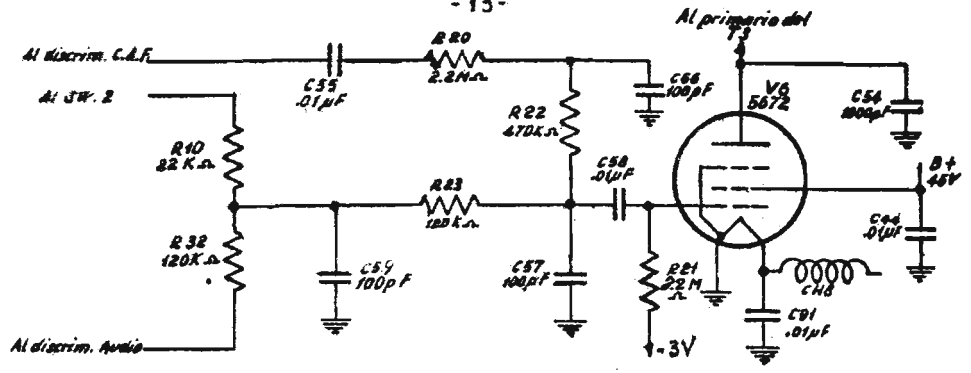

Fig. 5 - Amplificatore audio
g) Amplificatrice audio - V 6 (fig. 5)